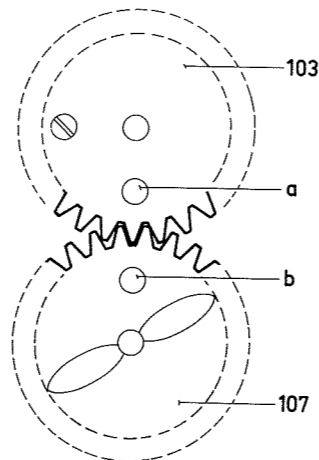

Fig. 16
- Bij vervanging moet op de juiste positie van de beide tandwielen pos. 103 en pos. 107 t.o.v. elkaar gelet worden.
- Zoals Fig. 16 toont moeten de markeringsgaten a en b in de tandwielen precies tegenover elkaar staan, omdat anders looplawaaï (tikken) of het niet goed functioneren van de mechanische stop het gevolg is.